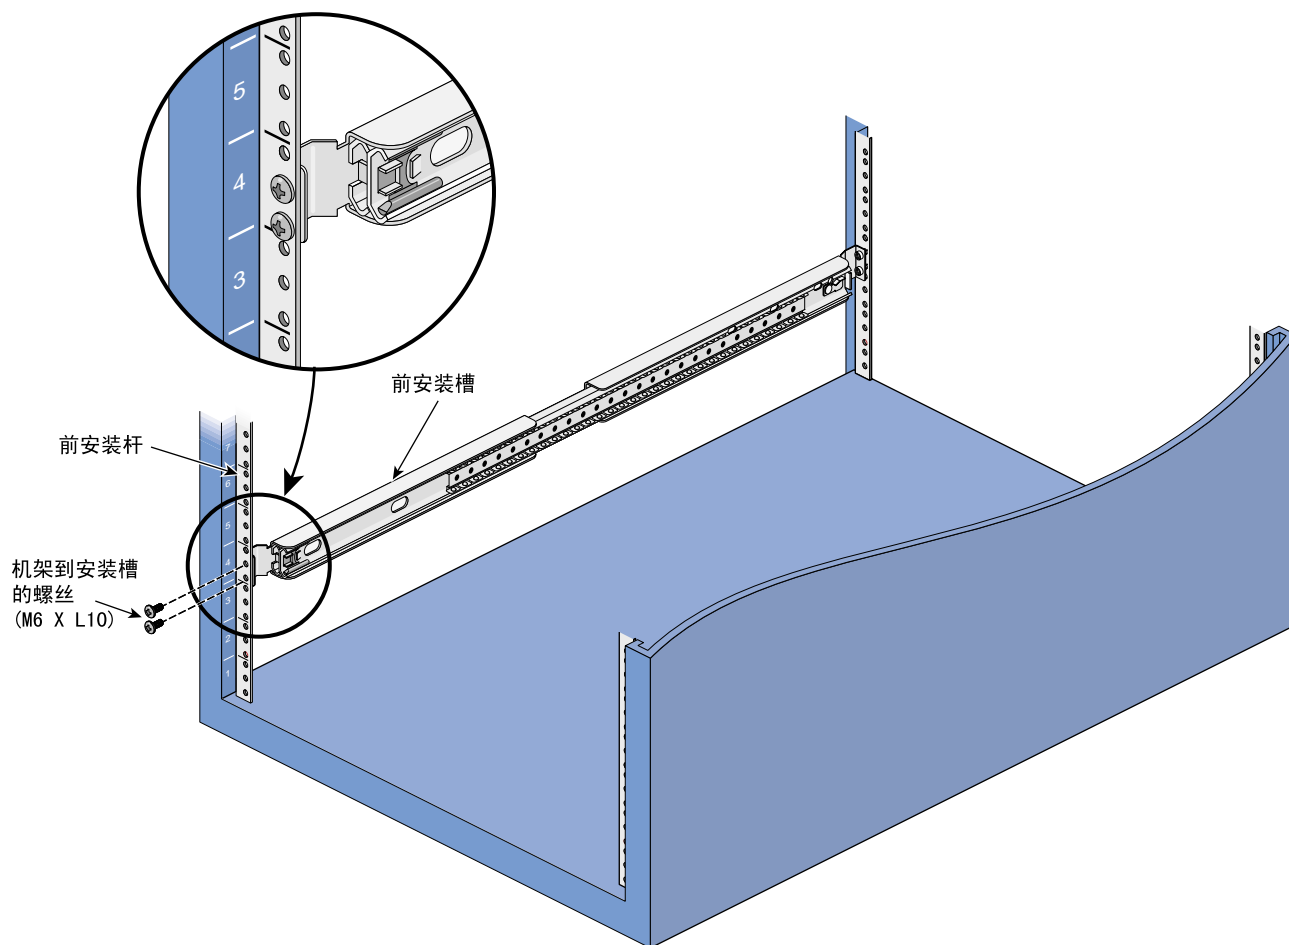

图2-5 将滑槽安装槽固定到前机架杆上
2. 用两个M6xL10螺丝（表2-2）将安装槽固定到机架安装杆上（见图2-5）。